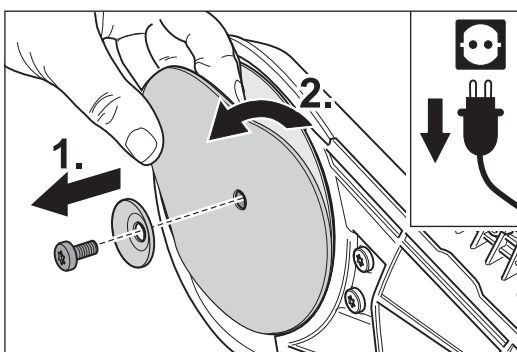

Bild 13 Ta bort skruven och pappersspännskivan (1.) och ta av slipskivan (2.).
- 5 Ta bort skruven och pappersspännskivan (bild 13, 1.). Ta av slipskivan från sliptallriken (bild 13, 2.) och lägg alla tre delarna åt sidan.